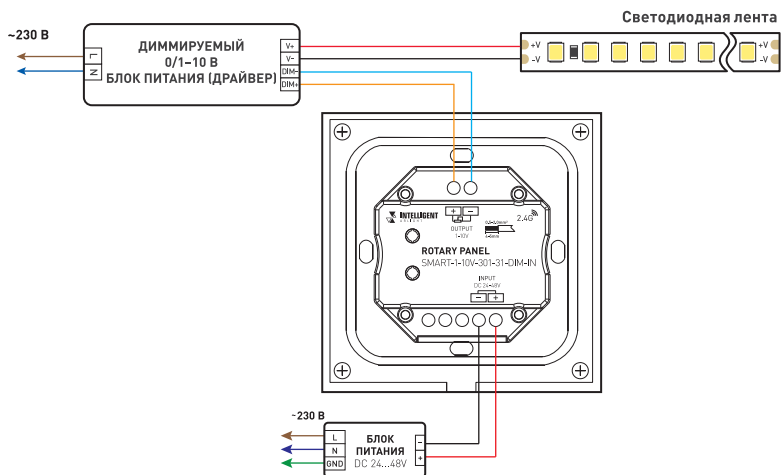

Рис. 1. Схема подключения роторной панели
- 3.2. Подключите панель согласно схеме на рис. 1.